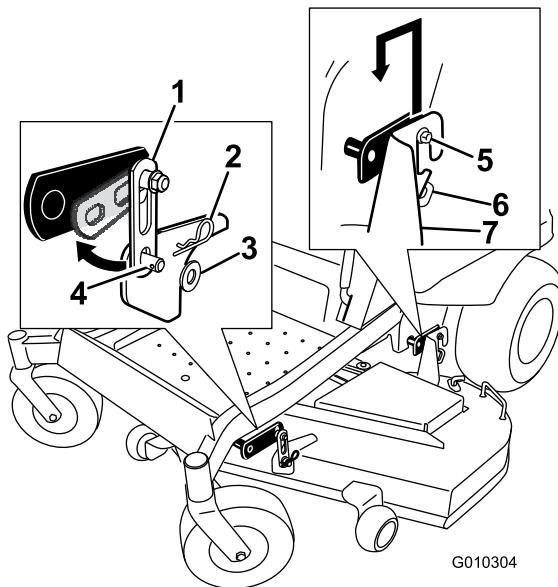

Figura 72
2. Rimuovete la bulloneria dai suporti di sospensione anteriori del piatto di taglio su entrambi i lati del piatto (Figura 72).
3. Sollevate con cautela il piatto di taglio sganciandolo dai bulloni di sospensione posteriori e abbassate la parte anteriore del piatto fino al suolo (Figura 72).
5. Alzate la parte posteriore del piatto di taglio e guidate le staffe di sospensione sui bulloni di sospensione posteriori (Figura 72).